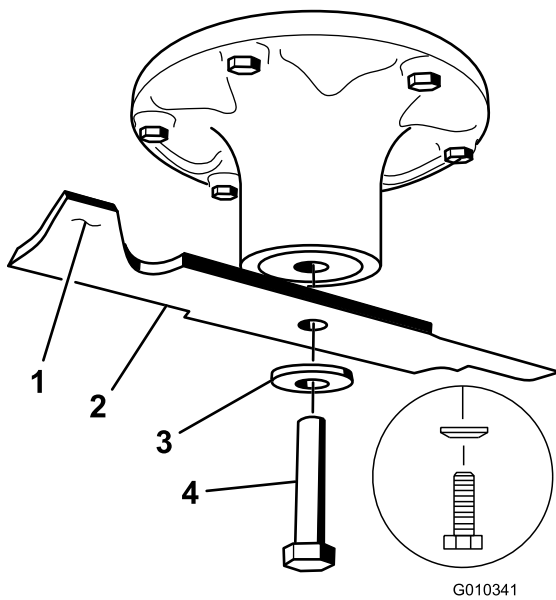

Figura 59
(girándolo en sentido antihorario), la arandela curva y la cuchilla (Figura 59).
rebaje algo el metal en la parte de la vela solamente (Figura 59). Repita este procedimiento hasta que la cuchilla esté equilibrada.
1. Instale la cuchilla en el eje (Figura 59).
2. Instale la arandela de muelle y el perno de la cuchilla (girándolo en sentido horario). El cono de la arandela de muelle debe estar orientado hacia la cabeza del perno (Figura 59). Apriete el perno de la cuchilla a 136–149 Nm (100–110 pies-libra).